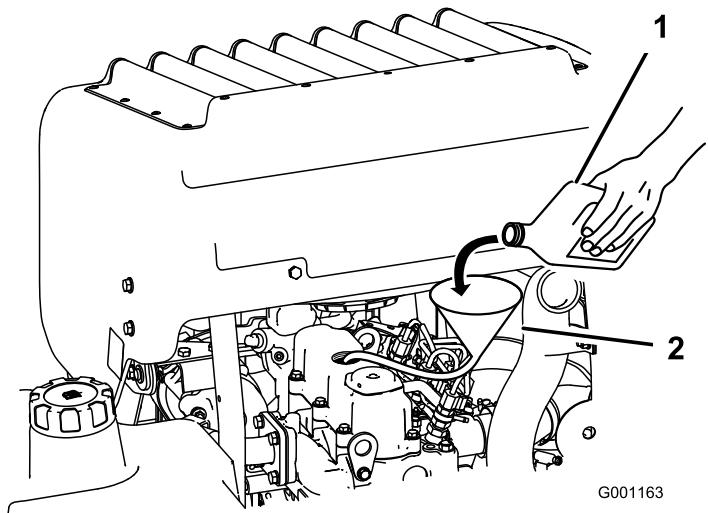

Figure 39
3. Utilisez un tuyau et un entonnoir pour faire lappoint dhuile moteur (Figure 39).